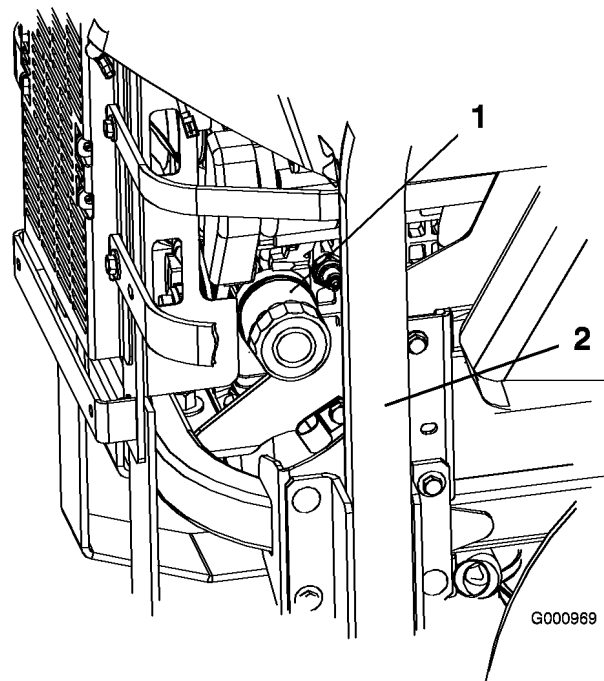
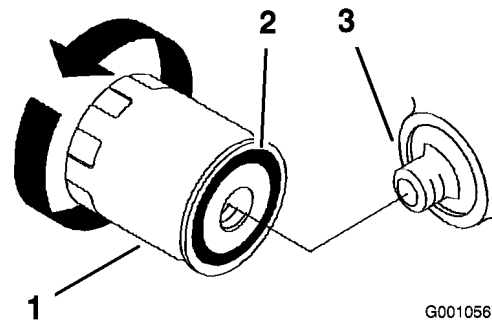

Bild 42
Bild 43
2. Drehen Sie den Ölfilter zum Entfernen nach links (Bild 42 und Bild 43).